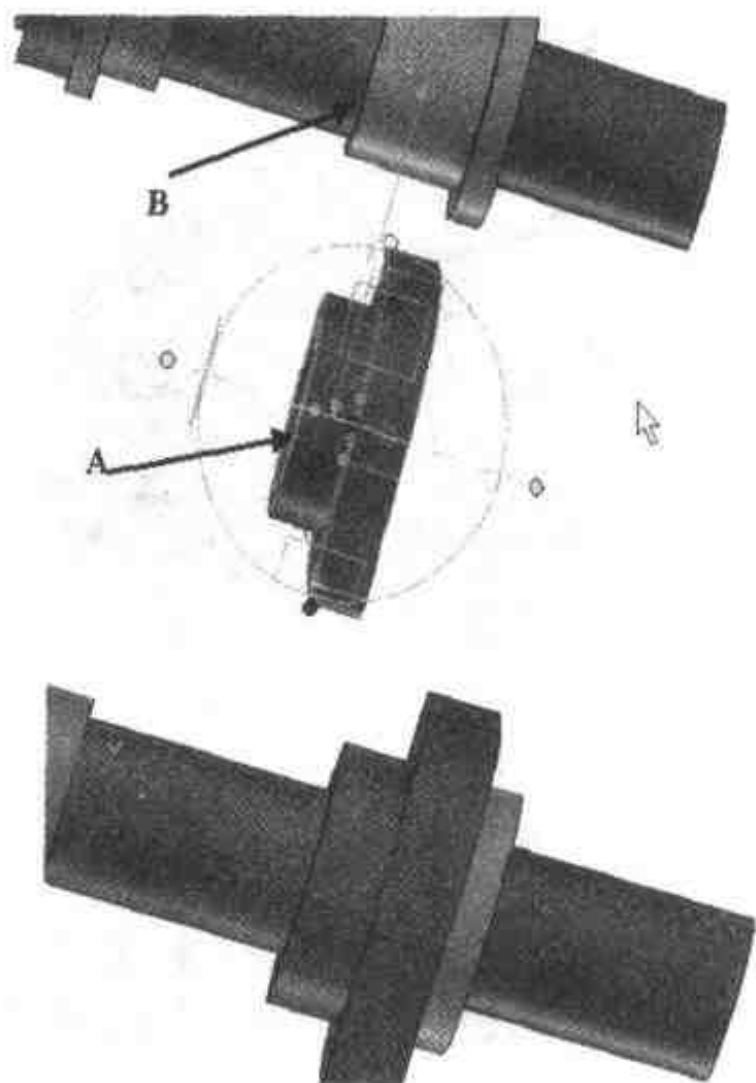

图 3.53 密封管的约束装配
- (3) 选择密封管后打开【三维球】，按空格键后右击三维球中心手柄，选择【到中心点】命令，然后单击密封管上边缘，如图 3.53 A 所示，按空格键后重新利用三维球定位密封垫，三维球重新变为蓝色，右击中心手柄，选择【到中心点】命令，最后单击内衬套上边缘(B)。关闭【三维球】，结果如图 3.53 下图所示。